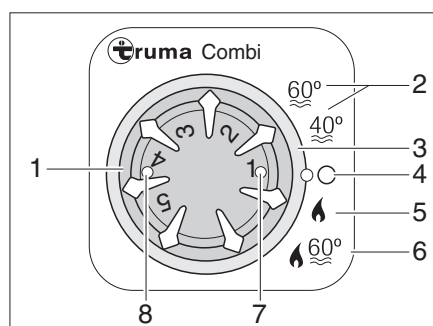

Bild 309 Bedieneinheit für Heizung/Boiler
*Betriebsart wählen:* ■ Betriebsart mit dem Drehschalter (Bild 309,3) einstellen.
Die Heizung wählt nach eingestellter Heizstufe selbstständig die benötigte Brennerstufe. Bei Betriebsart "Heizung und Boiler" (Bild 309,6) wird auch das Wasser im Boiler erhitzt. Die Heizung kann in der Betriebsart "Heizung ohne Boiler" (Bild 309,5) mit leerem Boiler betrieben werden.
- Temperatordrehknopf (Bild 309,1) an der Bedieneinheit auf gewünschte Heizstufe stellen.
- Drehschalter (Bild 309,3) auf Winterbetrieb "Heizung ohne Boiler" (Bild 309,5) oder auf Winterbetrieb "Heizung und Boiler" (Bild 309,6) stellen.
Grüne Kontroll-Leuchte (Bild 309,7) leuchtet.
- Drehschalter (Bild 309,3) auf "O" (Bild 309,4) stellen.